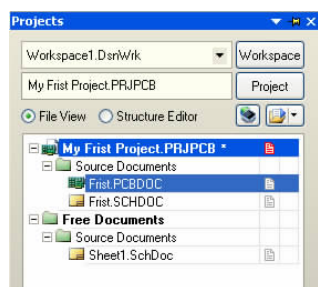
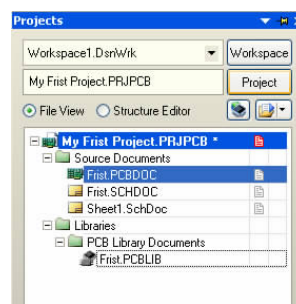

图1-8 添加设计文件前的工程面板
图1-9 添加设计文件后的工程面板
**【练习1-4】**：如图 1-8 所示，将【Free Documents】自由文档“Sheet1.SchDoc”及【练习 1-3】中移出的“First.SCHLIB”文件添加到“ My First Project ”设计工程下，结果如图 1-9 所示。